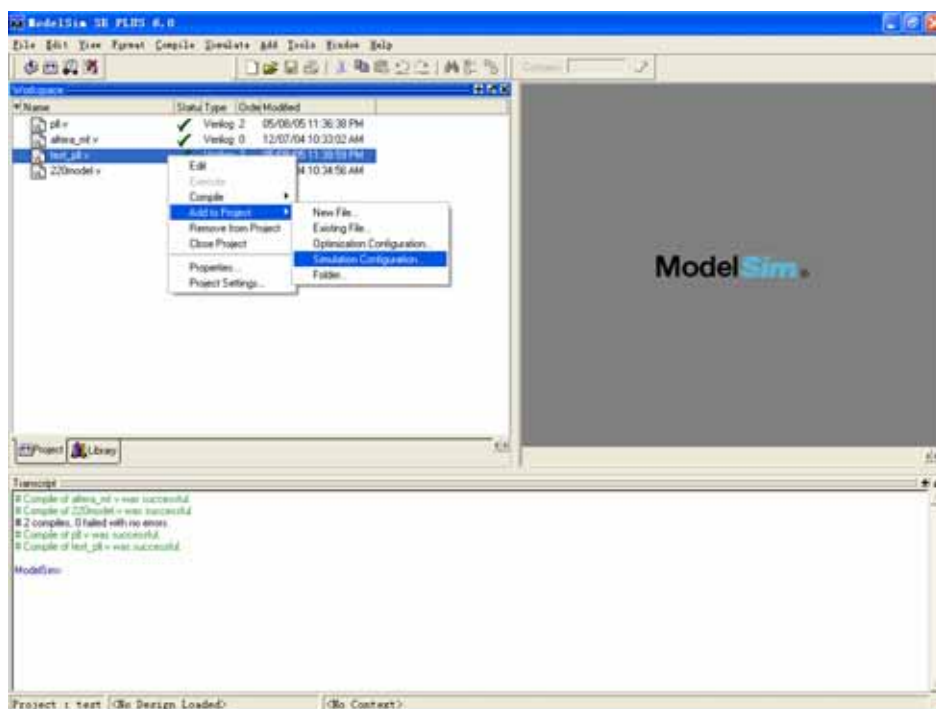

图 10 Simulation Configuration
10. 右击 Test\_Pll.v 文件,执行 Add to project→simulation configuration 命令.如图 10 图 10 Simulation Configuration 所示.